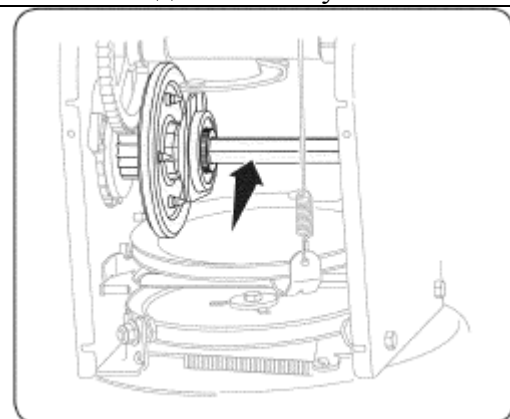

Рис. 22
4. Нанесите тонкий слой моторного масла (или масло 3 в 1) на шестигранный вал. (См. Рис. 22).